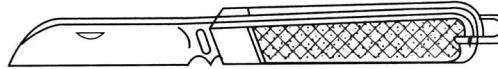

图 1-3 电工刀
② 电工刀 电工刀是用来剖切导线、电缆的绝缘层，切割木台缺口，削制木枕的专用工具，如图 1-3 所示。在使用电工刀时应注意以下事项。